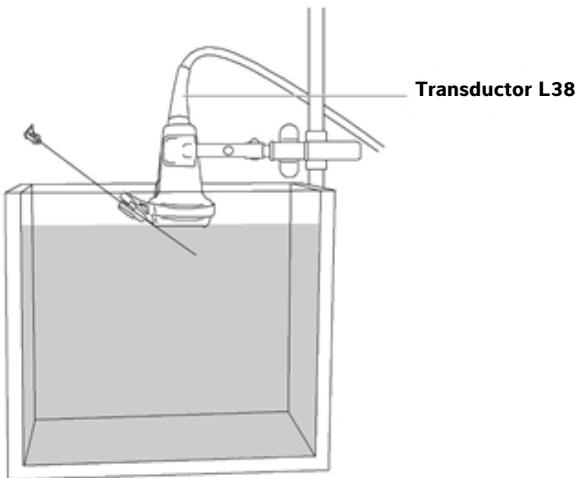

Figura 2 Transductor L38 con la aguja en el líquido de prueba
- ▶ Recipiente con el fluido objeto de prueba (All World Scientific, código 3480) o agua destilada. Vea la Figura 2, "Transductor L38 con la aguja en el líquido de prueba" en la página 40.
- 7 Mueva la aguja hacia abajo en el recipiente con líquido de prueba o agua destilada hasta que su imagen ecográfica se vea en la pantalla del sistema (vea la Figura 2, “Transductor L38 con la aguja en el líquido de prueba” en la página 40).